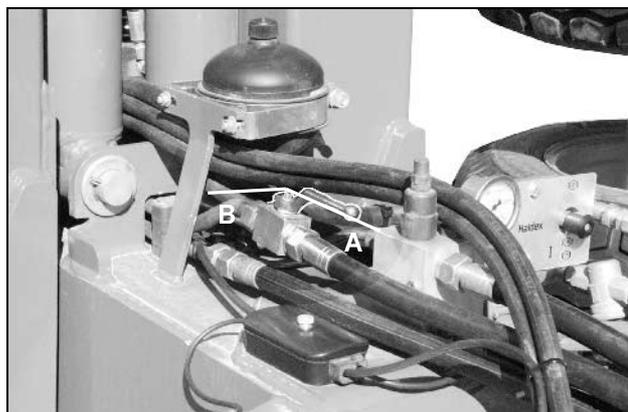

Fig. 32
- Ouvrez la vanne hydraulique de verrouillage du train de roues (Fig. 32, Pos A).